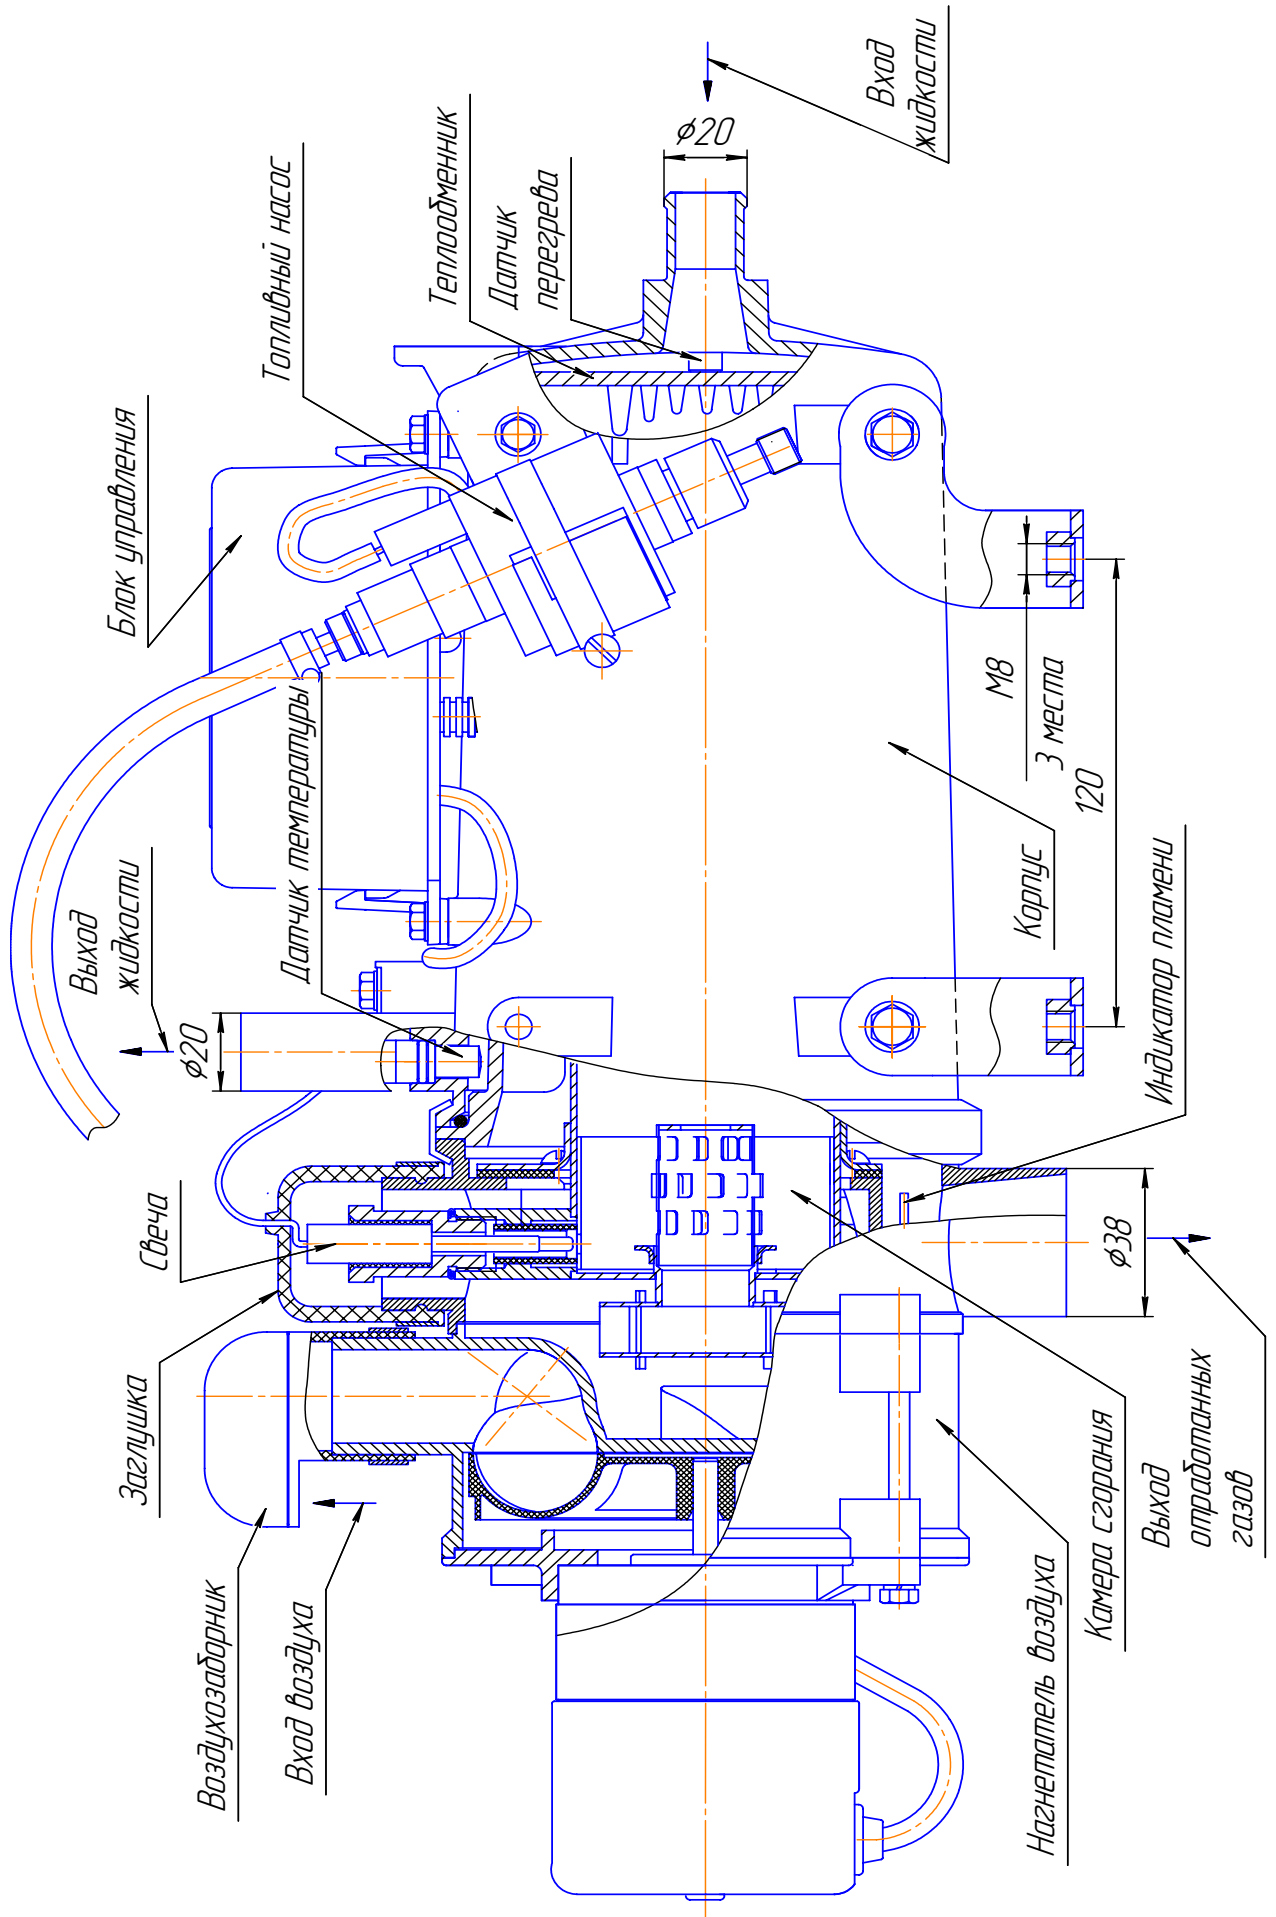

Рис. 2 – Основные узлы нагревателя
- нагреватель (основные узлы нагревателя показаны на рис. 2);